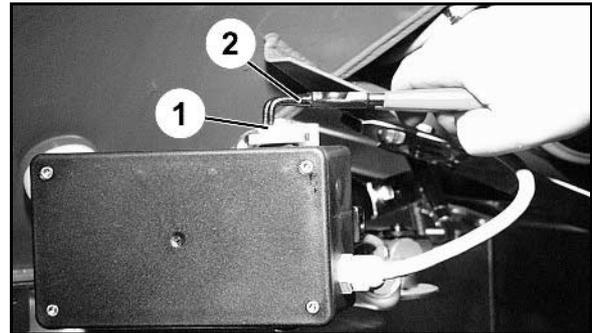

Figura 12
1. Rimuovere i due fermagli di sicurezza (Figura 12/1) con una pinza di sicurezza (Figura 12/2).